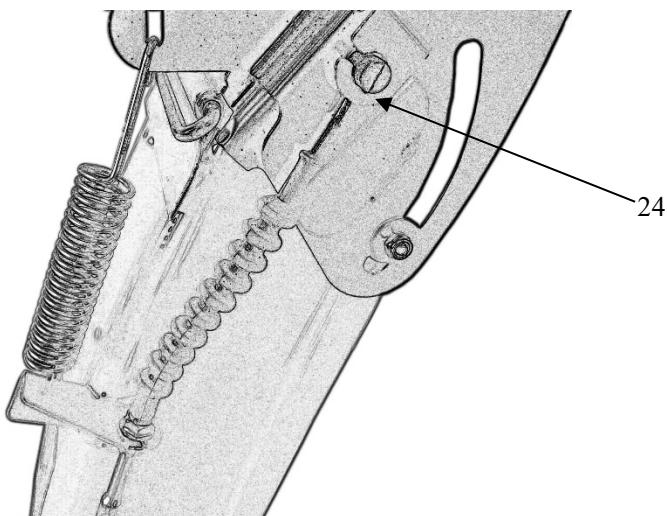

Figur 7
- 5 . Montera rännan: Placera plastringen (16) under rännan (17) och placera den på rännans bas (18) på höljet (se figur 7); anslut och dra åt rännans tryckare (19) plus två rännbrickor (20) med sexkantsnipplar (21), M6-brickor (22) och M6-låsmuttrar (23) (se figur 8).